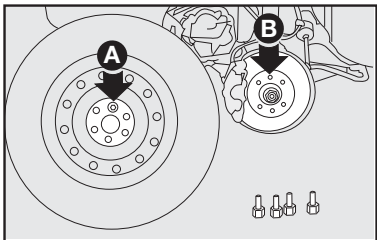

fig. 19
6) Montar a roda sobressalente, encaixando os furos **A-fig. 19** com os respectivos pinos **B**;